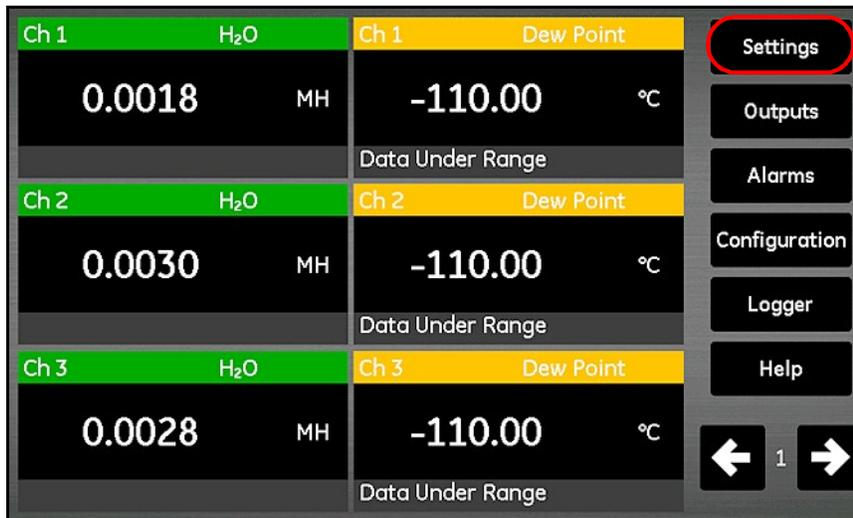

Рис. 93: Кнопка Settings (Параметры) на главном экране
3. На главном экране нажмите кнопку **Settings** (Параметры) (см. *Рис. 93* на следующей странице).